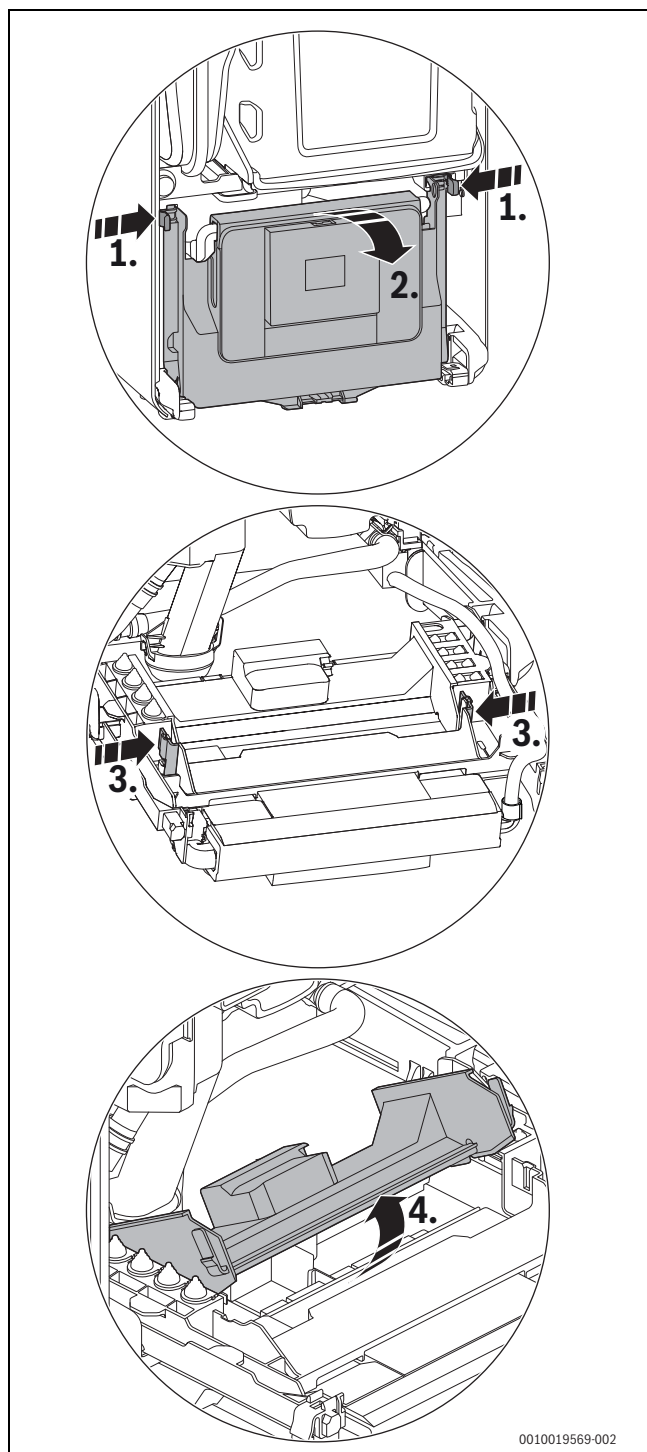

Fig. 79 Ouvrir le cache
- Rabattre l'appareil de commande (→ Figure 79, page 44).